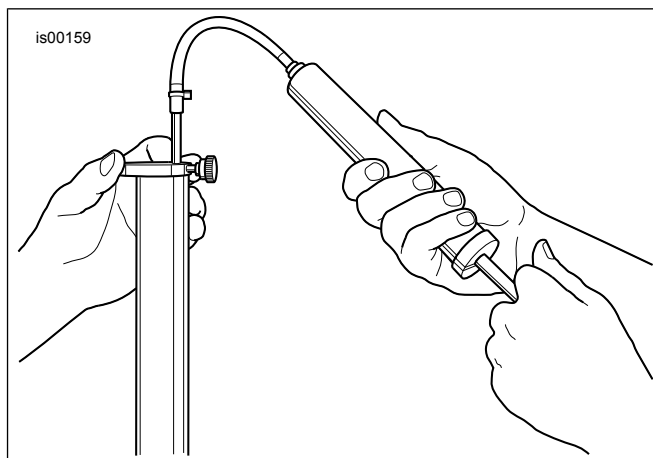

Figure 8. Enlever l'excès d'huile de fourche (HD-59000B)
- Voir la Figure 8. Obtenir la jauge de niveau d'huile de la fourche avant (HD-59000B).